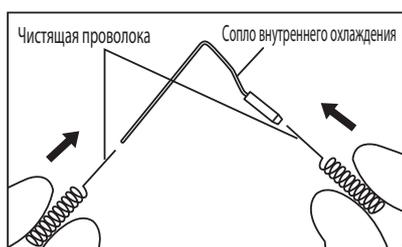

Рис. 10
- 1) Чистите сопла внутреннего и внешнего охлаждения с помощью специальной проволоки. (Рис. 10,11)
- 2) Вставьте трубку охлаждения в каждое сопло и промойте ее чистой водой. (См. пункт 3 (1), (2))